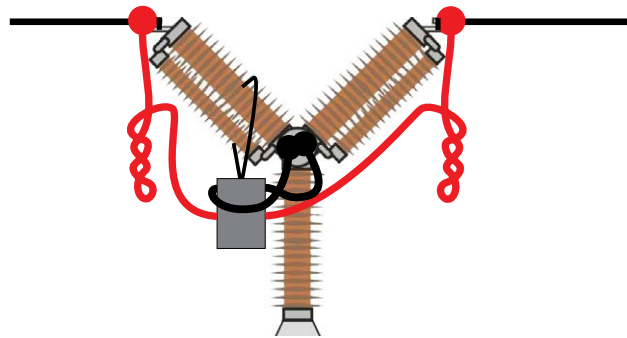

Abb. 3.2.2 Durch Verdrillen der Stromkabel lassen sich Störungen eindämmen, indem das durch Kabelschleifen und Unterbrecher erzeugte Magnetfeld minimiert wird.
- 7] Durch Verdrillen der Kabel wie auf Abb. 3.2.2 lassen sich Störungen eindämmen, indem